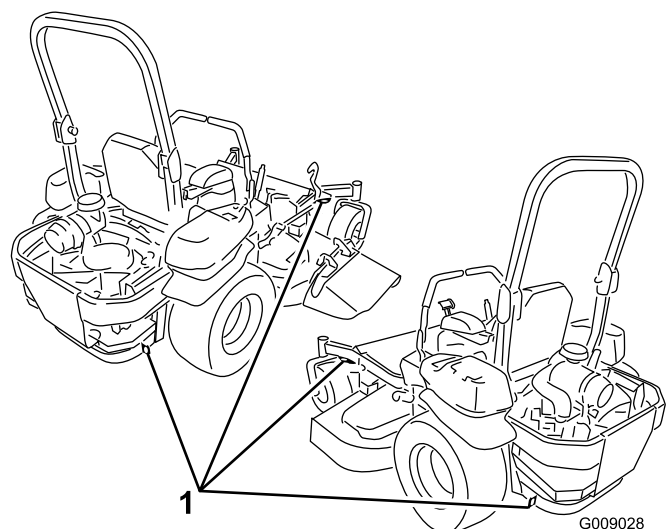

Bild 29
5. Befestigen Sie die Maschine mit den Metallbefestigungsschleifen und Riemen, Ketten, Kabel oder Seilen am Anhänger oder Pritschenwagen (Bild 29).